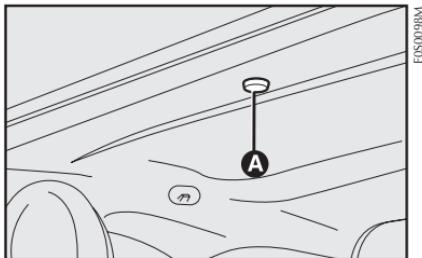

fig. 52
- Quite la tapa de protección **A**-fig. 52 en el revestimiento interno, después de la cortina de protección contra el sol.